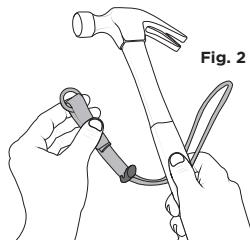

Fig. 2
3. For non-captive tools, choke or cinch the elastic loop Tool Tail™ onto the tool by wrapping it around a straight shafted area that does not inhibit the use of the tool [fig. 2].
3. En el caso de las herramientas que no sean cautivas, anude o apriete la Tool Tail™ de lazo elástico en la herramienta envolviéndola alrededor de un área con eje recto que no impida el uso de la herramienta [fig. 2].